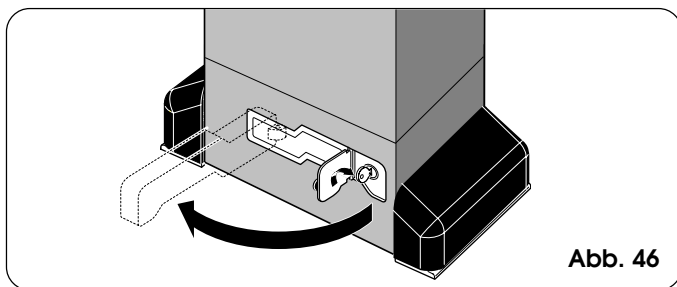

Abb. 46
- 2) Den Schlüssel im Uhrzeigersinn drehen und den Entriegelungshebel ziehen, wie in Abb. 46 gezeigt.